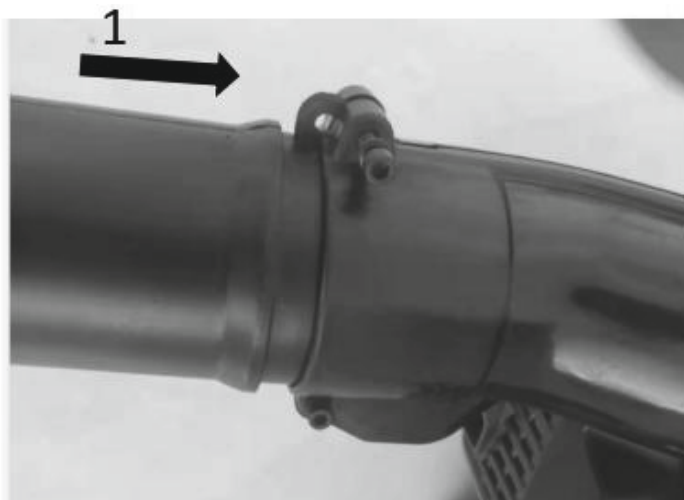

Рисунок 1
- снимите винт воздуховыпускного патрубка двигателя, совместите отверстие для крепления первой воздуходувной трубки с выступом воздуховыпускного отверстия и вставьте первую воздуходувную трубку (рис.1).